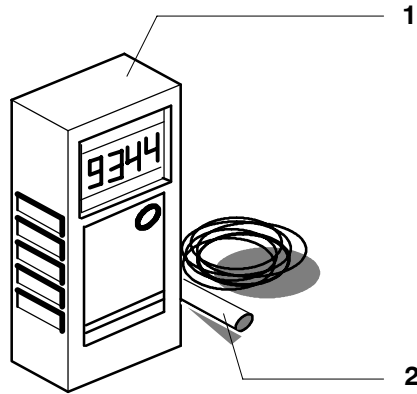

Fig. 82 Appareil de mesure de la tension de la courroie dentée
- (2) Mettre en service l'appareil de mesure de la tension de la courroie dentée (Fig. 82/1).
- (3) Faire vibrer la courroie dentée et tenir le capteur (2) à environ 2 à 3 mm de la courroie qui vibre. Lire le résultat de la mesure sur l'appareil de mesure de la tension de la courroie dentée.
(4) Répéter trois fois la mesure et déterminer la valeur moyenne.